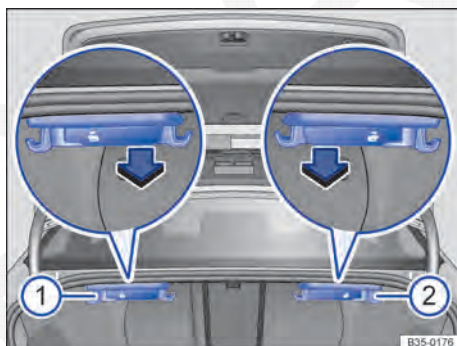

Fig. 104 No compartimento de bagagem: alavanca de destravamento à distância para a parte esquerda ① e a para parte direita ② do encosto do banco traseiro.
- Puxar a alavanca de destravamento à distância para o encosto do banco traseiro esquerdo ⇒ Fig. 104 ① e direito ② no sentido da seta. A parte destravável do encosto do banco traseiro é rebatida automaticamente para frente.